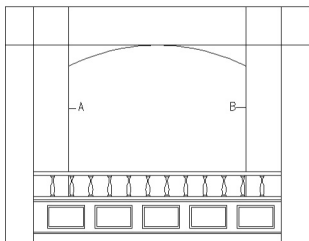
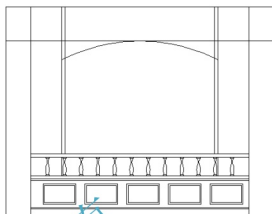

图 5.29 修剪圆
图 5.30 向内偏移 A 线和 B 线
- (2) 用【修剪】命令，将图形修剪至如图 5.29 所示。
- (3) 启动【偏移】命令，分别将图 5.29 中的 A 线和 B 线向内偏移 50mm，如图 5.30 所示。